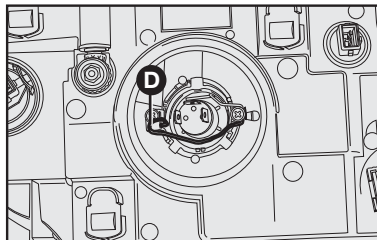

fig. 18
- 3) Empurrar para frente e depois apertar para baixo a presilha **D-fig. 18**, abrindo-a lateralmente;
- 5) Posicionar a nova lâmpada em seu alojamento, reenganchar a presilha de fixação **D-fig. 18**;